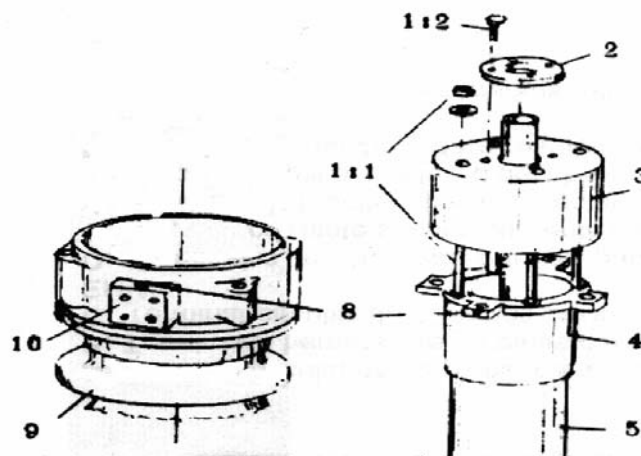

FIGURA 11 Cámara de disipación de arco.
3. Revise la punta de contacto móvil según figura 11.